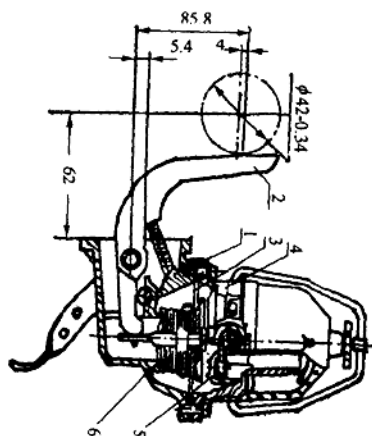

图 1-13 262 型汽油泵总成
(4)(图 1-13) 为解放 CA10B 型汽车的汽油泵总成 (262 型)。油泵盖上装有玻璃沉淀杯。如发现杯内出现气泡，必须检查密封